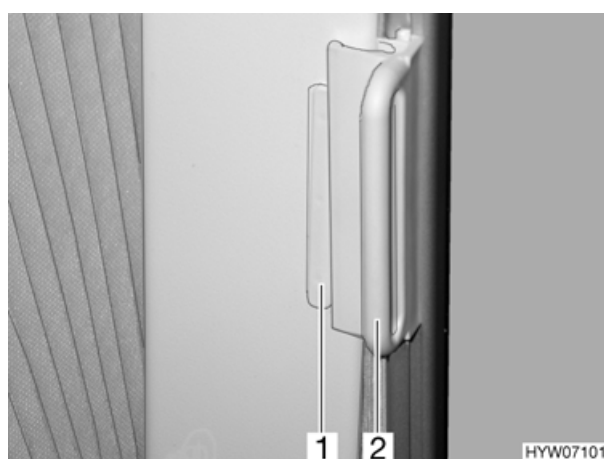

Fig. 25 Tendina oscurante pieghevole, aperta
- Aprire le tendine oscuranti pieghevoli per il finestrino del guidatore e del passeggero e spingerle nell'impugnatura della guida degli oscuranti (Fig. 25,2) sul sopralzo (Fig. 25,1).